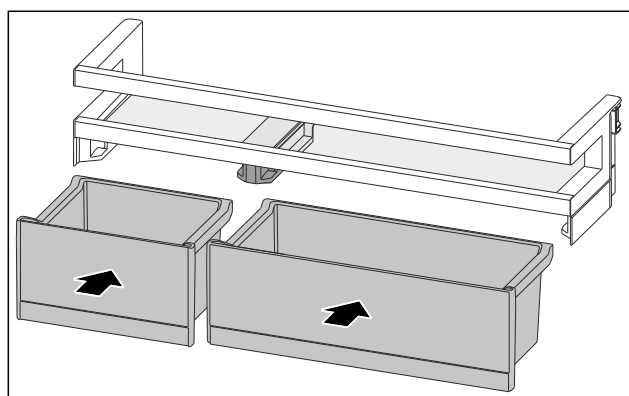

Fig. 163
- ▶ 排列互换后装入 VarioBox。[参见 Fig. 163]